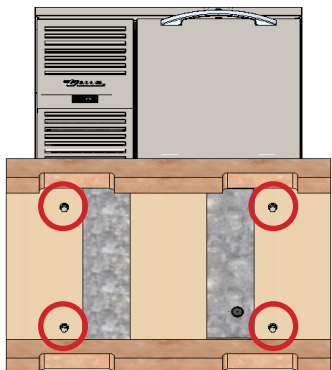

Рис. 4. Расположение транспортных болтов.
3. При помощи разводного гаечного ключа удалите все транспортные болты, при помощи которых деревянный поддон крепится к нижней части шкафа. См. рис. 4.